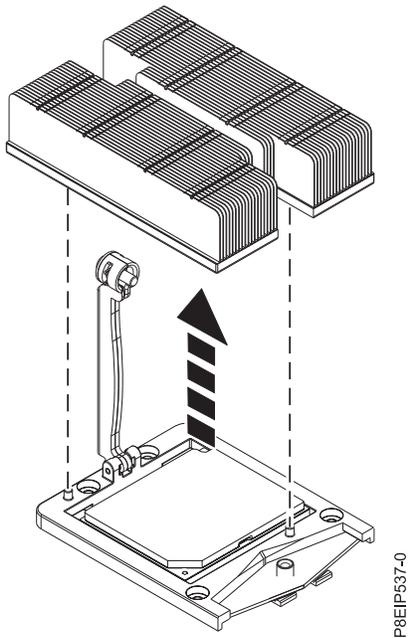

Figura 49. Extracción del disipador térmico
5. Sujete el disipador térmico y extráigalo levantándolo verticalmente, como se muestra en la Figura 49.